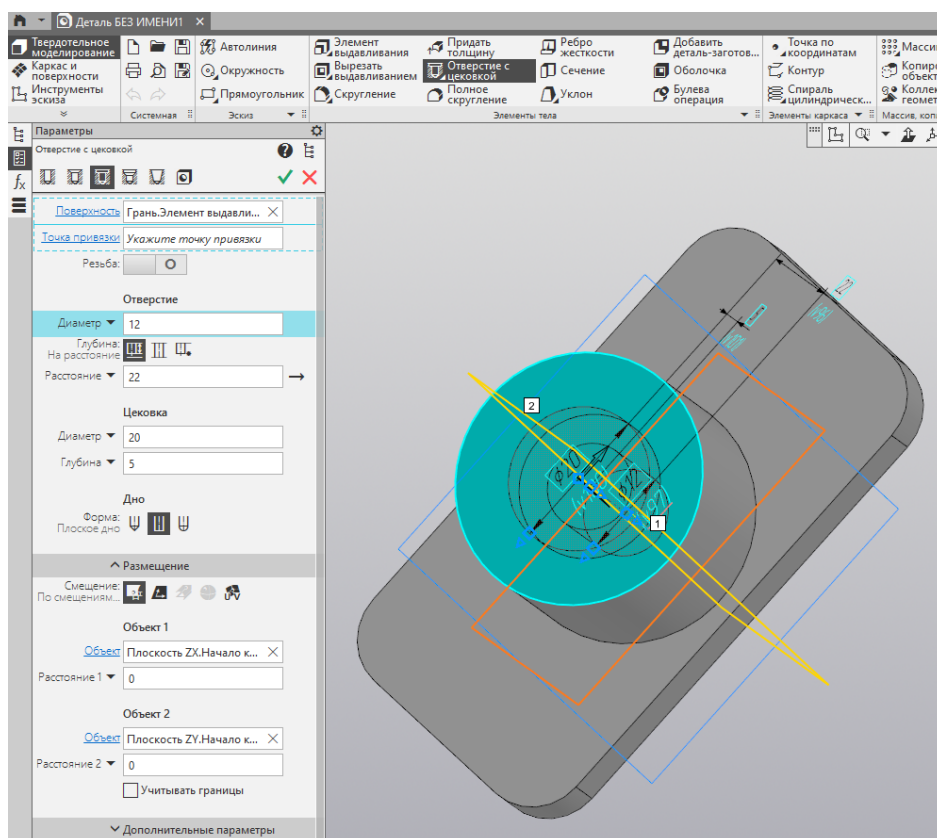

Рисунок 6 – Настройка отверстия с цековкой
1.6 Создайте отверстие с цековкой на верхнем основании цилиндра. В параметрах отверстия (рис. 6) убедитесь, что выбран вариант с цековкой. В разделе «Отверстие» укажите диаметр 12 мм и расстояние 22 мм. В разделе «Цековка» задайте диаметр 20 мм, глубину 5 мм и включите параметр «Плоское дно». Разместите отверстие на верхнем основании цилиндра и задайте его положение – в разделе «Размещение» укажите в строках расстояние 1 и 2 (от плоскости ZX и плоскости ZY соответственно) значение 0 (тем самым разместите отверстие строго по центру). Подтвердите команду. Результат показан на рисунке 7.